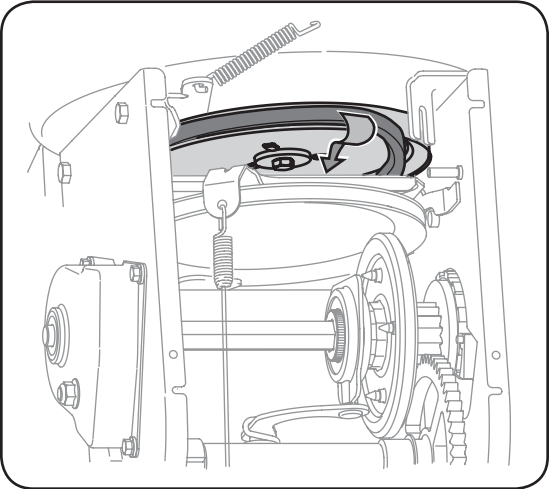

Figure 6-8
5. Dégagez la courroie de la poulie de la tarière et faites glisser la courroie en le support et la poulie de la tarière. Remontez la courroie de la tarière en procédant dans l'ordre inverse. Voir la Figure 6-8.